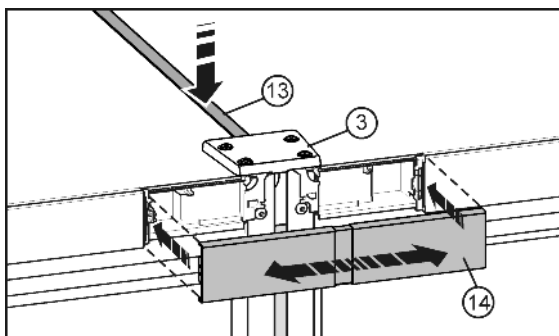

Fig. 10
- ▶ På översidan, tryck in den korta listen *Fig. 10 (13)* i spalten. Listen ska ligga i samma plan som förbindelseplattans *Fig. 10 (3)* framkant.
- ▶ Fäst täckplattan *Fig. 10 (14)* över det ännu öppna mellanrummet mellan de båda kontrollpanelerna. Kontrollera då att täckplattans yttersidor är i samma plan som kontrollpanelerna. För detta ändamål är täckplattan utdragbar.